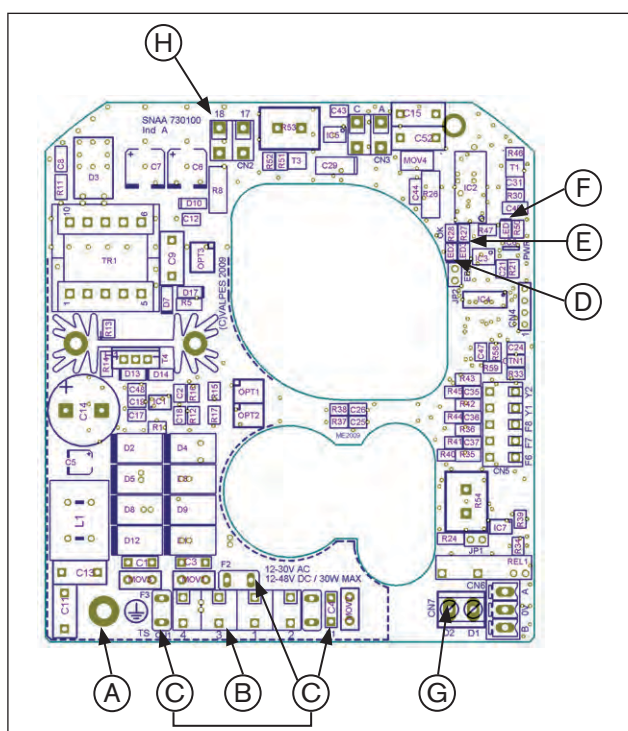
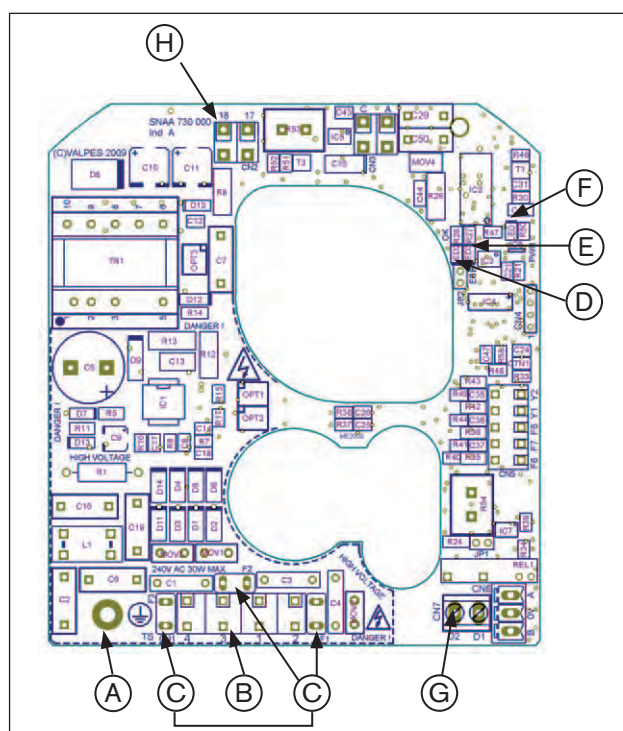
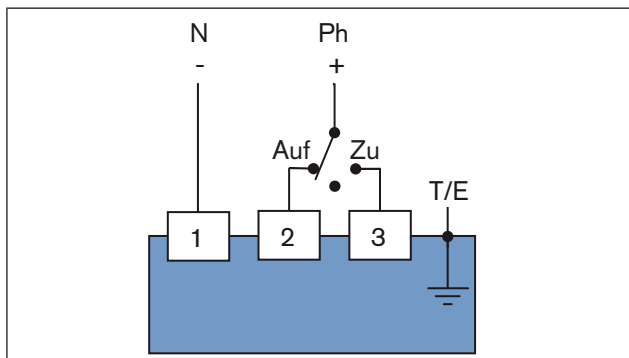
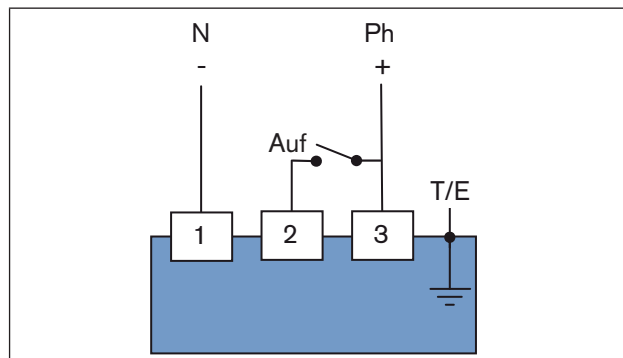

Figure 15 : Alimentation en courant: carte 15-30 V 50/60 Hz (12-48 V DC)
Figure 16 : Alimentation en courant: carte 100-240 V 50/60 Hz (100-350 V DC)
Figure 17 : Mode trois points modulants
Figure 18 : Mode ouverture/fermeture / La variante à courant de secours
→ Pour ce faire, desserrez la vis de terre et fixez l'œillet du câble de mise à la terre sur cette vis (voir « Figure 15 » et « Figure 16 »).
- Raccordez le câble selon le type de commande souhaité (voir « Figure 17 » et « Figure 18 ») au bornier pos. B de la carte d'alimentation en courant (voir « Figure 15 » et « Figure 16 »).
Mode de fonctionnement pour le mode ouverture/fermeture (voir « Figure 18 ») :